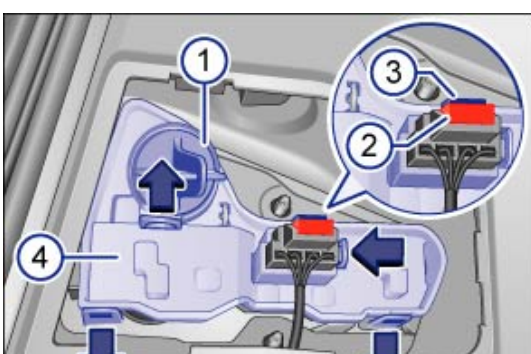

Fig. 248 Dans le hayon : retrait du porte-ampoule.
| 4.   | Tournez le porte-ampoule → Fig. 248 ① dans le sens inverse des aiguilles d'une montre jusqu'en butée puis retirez-le par l'arrière avec l'ampoule.   |
| 5.   | Remplacez l'ampoule défectueuse par une ampoule neuve de même version. Mettez en place le porte-ampoule → Fig. 248 ① puis tournez-le dans le sens des aiguilles d'une montre jusqu'en butée. |
| 6.   | Retirez le fusible → Fig. 248 ② . Comprimez le verrouillage ③ de la fiche de raccordement puis débranchez la fiche de raccordement.  |
| 7.   | Déverrouillez les ergots de fixation du porte-ampoule → Fig. 248 ④ dans le sens de la flèche puis retirez le porte-ampoule.  |